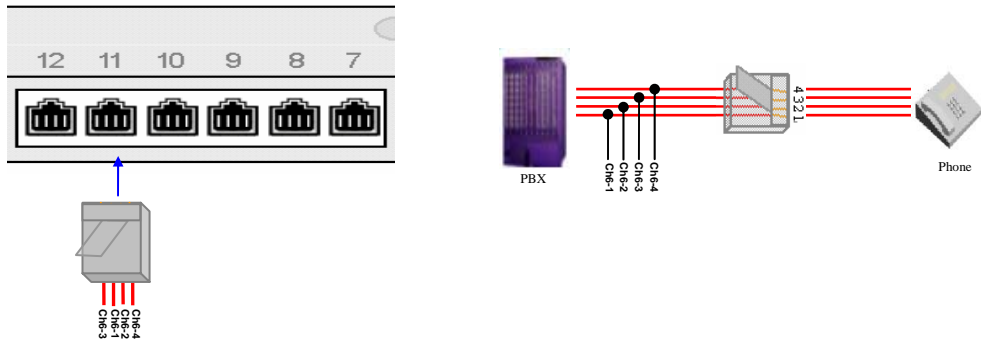

图 2-17
3) NOTEL M2250 数字话机：需要将电话机与交换机之间的 1、2 两线分别并接到接线盒上RJ11 插孔的 2、3 两芯；3、4 两线分别并接到RJ11 的 1、4 两芯，如图 2-17。